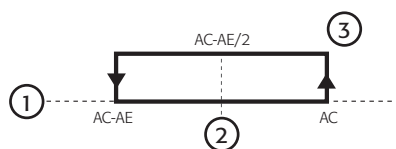

Fig. 4.I
- indica que se ha superado el límite entre Ac y AE (derivado del cálculo: $Ac-AE/2$, ver Fig. 4.I);
- indica que se ha sobrepasado el punto de consigna de temperatura Ac (ver Fig. 4.I);